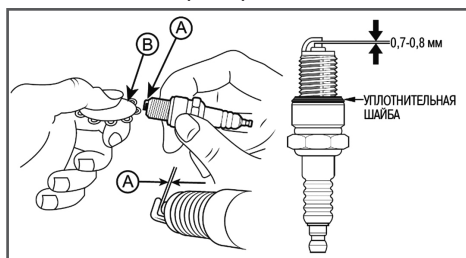

Рис. 27 Проверка межэлектродного зазора
- Измерьте зазор А между электродами специальным щупом В. Зазор должен быть 0,7-0,8 мм (Рис. 27). При увеличении или уменьшении требуемого зазора, рекомендуется заменить свечу, так как регулировка зазора может привести к изменению качества искрообразования.